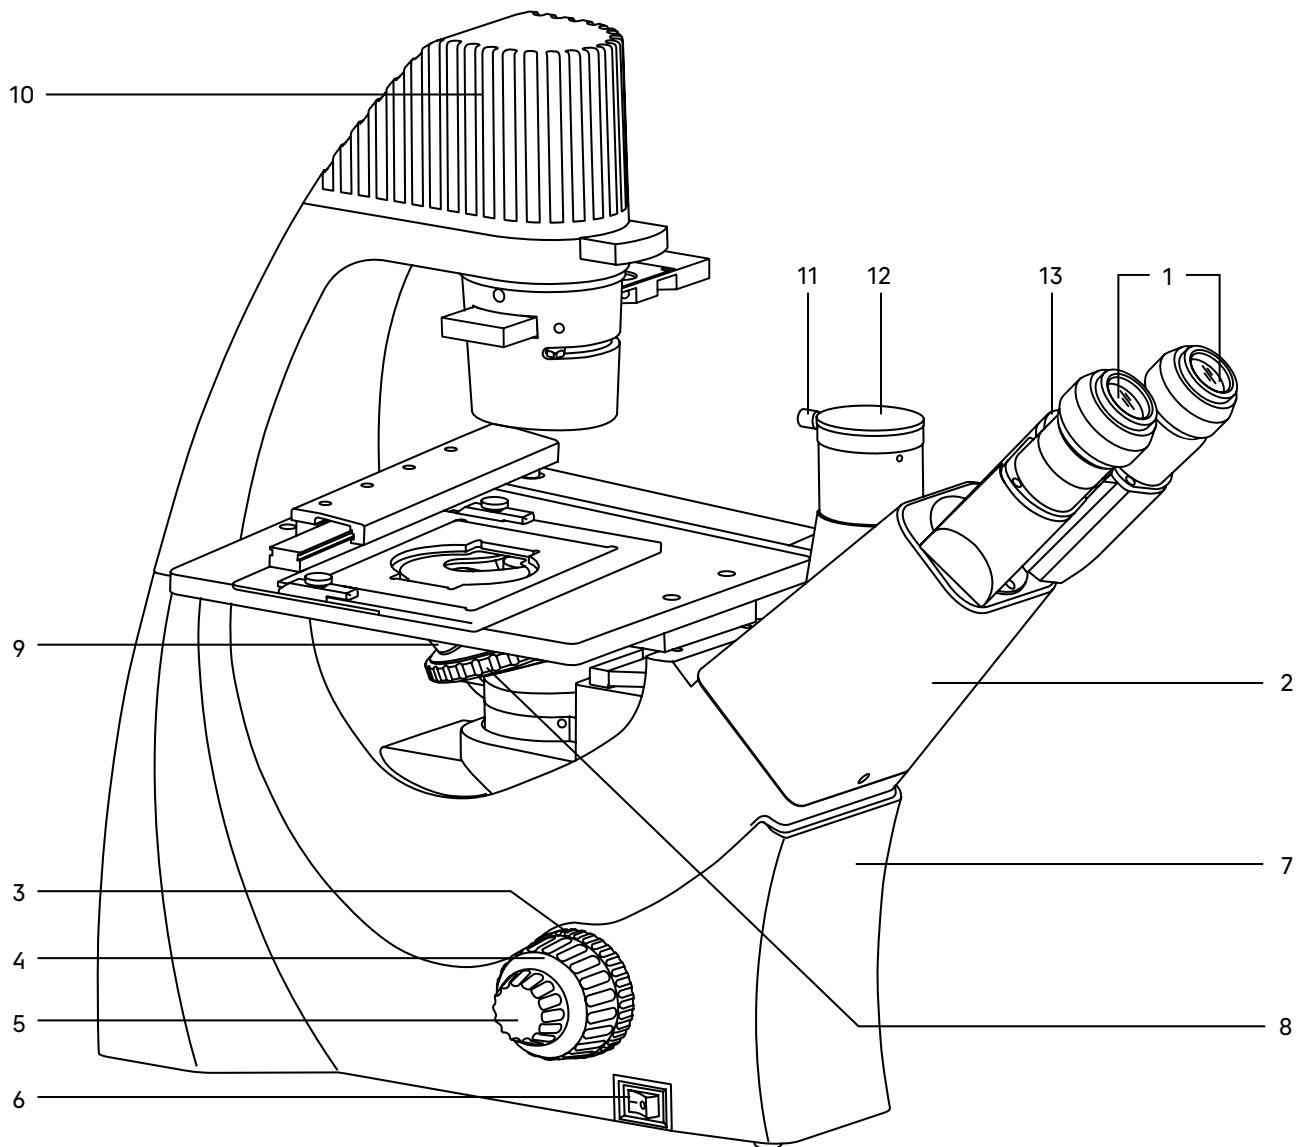
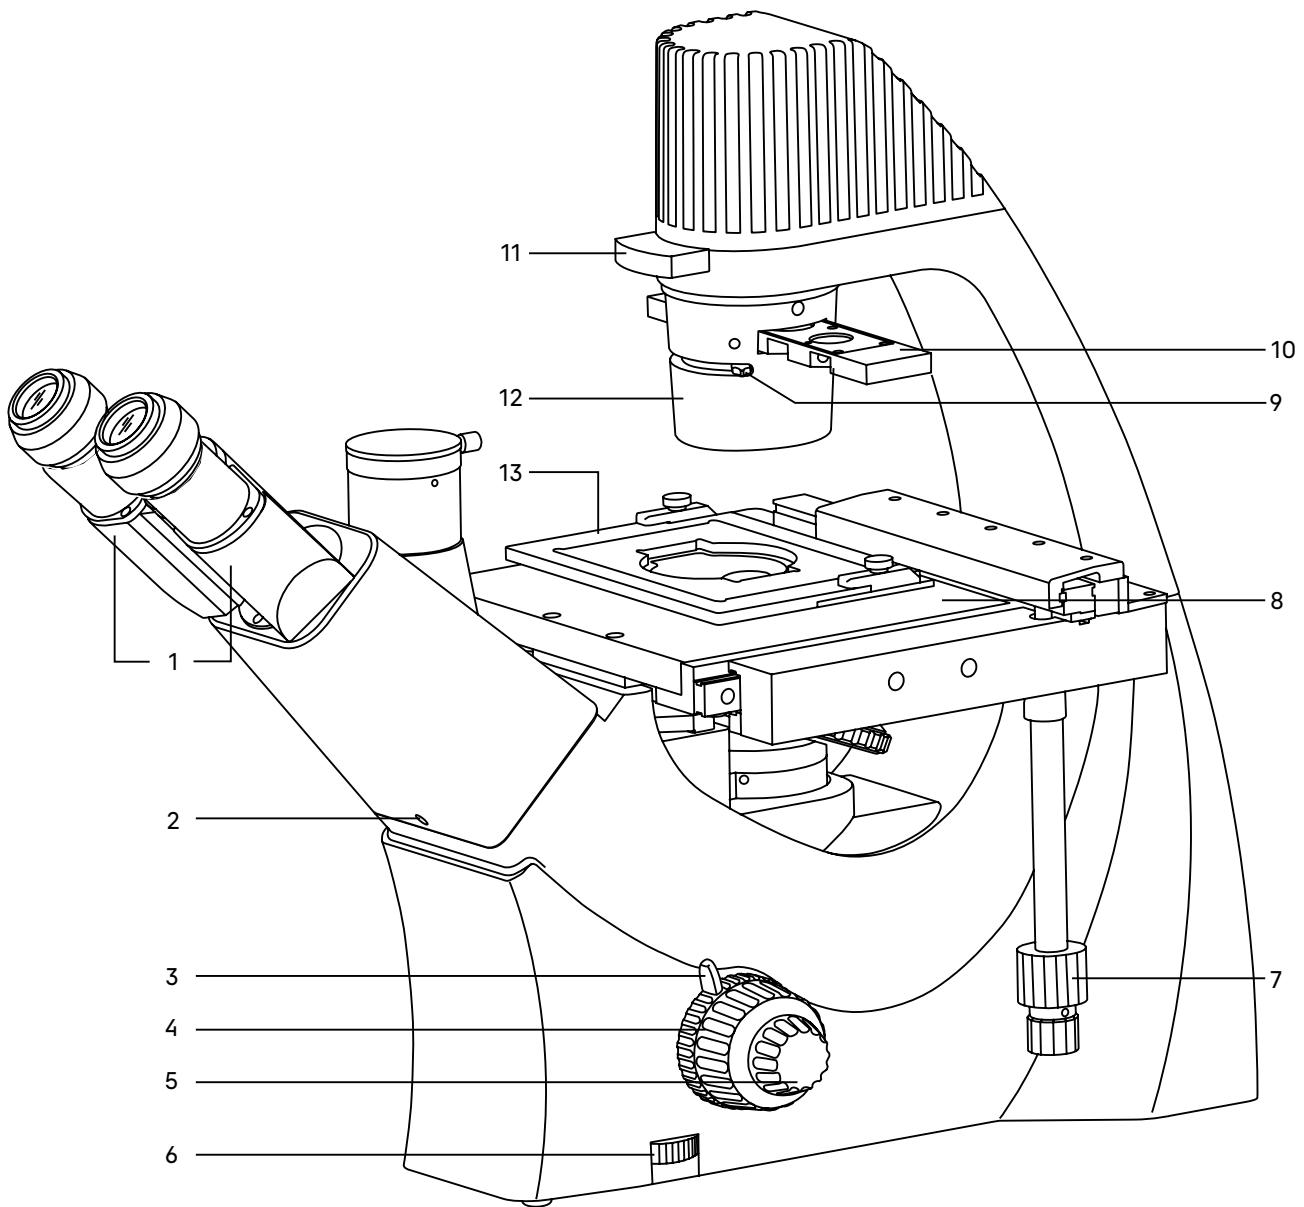

Рис. 1. Микроскоп MAGUS Bio V300. Вид слева
Рис. 2. Микроскоп MAGUS Bio V300. Вид справа
Общий вид микроскопа представлен на рис. 1 и 2.
Штатив имеет устойчивую эргономичную конструкцию. На штативе 7 (рис. 1) микроскопа закреплены:
- револьвер 8 (рис. 1) с объективами;
- предметный столик 8 (рис. 2);
- конденсор 12 (рис. 2);
- осветитель 10 (рис. 1);
- визуальная насадка 2 (рис. 1).
На левой боковой поверхности штатива расположен выключатель 6 (рис. 1) сетевого напряжения. В положении «–» включается, а в положении «0» выключается сетевое напряжение.
На правой боковой поверхности штатива расположен диск 6 (рис. 2) для регулировки напряжения питания источника света.
Фокусировка на объект осуществляется перемещением по высоте револьверного устройства с объективами. Грубая фокусировка производится вращением коаксиальных рукояток 4 (рис. 1, 2), расположенных по обеим сторонам штатива.
Тонкая фокусировка производится вращением рукояток 5 (рис. 1, 2), расположенных по обеим сторонам штатива. Тонкая фокусировка требуется для более точного фокусирования на объект и для подфокусировки микроскопа на резкость изображения при смене объективов и препаратов.
Механизм регулировки жесткости хода грубой фокусировки 3 (рис. 1) – кольцо между штативом и рукояткой грубой фокусировки с левой стороны. С помощью кольца регулируется жесткость хода грубой фокусировки так, чтобы жесткость была комфортной для пользователя, но при этом револьвер с объективами не опускался самопроизвольно во время работы.
Рукоятка блокировки грубой фокусировки 3 (рис. 2) расположена с правой стороны. После завершения грубой фокусировки рекомендуется перевести рычаг в крайнее положение в направлении по часовой стрелке. Таким образом закрепится положение грубой фокусировки для быстрой рефокусировки после смены препарата.
Тринокулярная визуальная насадка 2 (рис. 1) обеспечивает визуальное наблюдение изображения объекта.
Насадка устанавливается в отверстие штатива 7 (рис. 1) и закрепляется винтом 2 (рис. 2).
Изменение межзрачкового расстояния в насадке осуществляется разворотом окулярных тубусов 1 (рис. 2) в пределах 48–75 мм. Значение расстояния, установленного в соответствии с глазной базой наблюдателя, отсчитывается по шкале 13 (рис. 1) на насадке.
В вертикальный тубус 12 (рис. 1) корпуса визуальной насадки (канал визуализации) с помощью переходника C-mount устанавливается камера (видеоокуляр) или система визуализации с монитором. Распределение светового потока: 50% на вертикальный тубус, 50% на окуляры.
В комплект микроскопа входят окуляры 1 (рис. 1). Окуляры имеют высокое положение выходного зрачка и предназначены для работы как в очках, так и без них.
Револьверное устройство 8 (рис. 1) обеспечивает установку четырех объективов. Смена объективов производится вращением револьверного устройства за конусную рифленую поверхность до фиксированного положения.
Объективы 9 (рис. 1) рассчитаны на механическую длину тубуса «бесконечность». Парфокальная высота объективов 45 мм, линейное поле зрения в плоскости изображения 22 мм. Объективы длиннофокусные, рассчитаны на посуду с толщиной дна 1,2 мм.
Осветитель 10 (рис. 1) неподвижно закреплен на штативе микроскопа. Источник света – яркий светодиод 9 Вт.
Важная часть осветительной системы – конденсорное устройство. Конденсор 12 (рис. 2) закреплен на штативе. Конденсор рассчитан на работу с посудой высотой до 70 мм.
В конденсоре есть слот для установки слайдера фазового контраста. Фазовый слайдер 10 (рис. 2) имеет свободное отверстие и фазовую вставку для объектива 10x.
Ирисовая апертурная диафрагма располагается под слотом для фазового слайдера. Раскрытие апертурной диафрагмы осуществляется рукойкой 9 (рис. 2). Диафрагма позволяет настроить определенную апертуру для работы с объективами светлого поля. Для достижения большей контрастности можно воспользоваться светофильтрами, входящими в комплект микроскопа. Светофильтры 11 (рис. 2) устанавливаются в верхний слот конденсора.
Предметный столик 8 (рис. 2) закреплен неподвижно на штативе. К столику прикреплено устройство, которое обеспечивает перемещение объекта в двух взаимоперпендикулярных направлениях. Перемещение осуществляется с помощью рукояток 7 (рис. 2), расположенных на одной оси. Ручка перемещения низкая, поэтому пользователь не напрягает кисть правой руки.